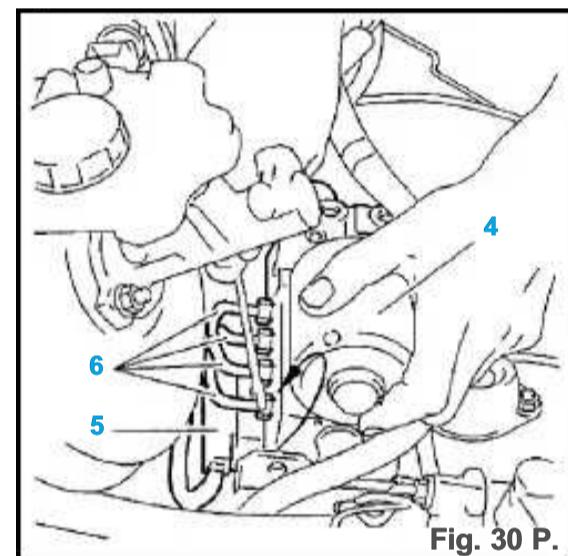

Fig. 30 P.
- Desconectar el bloque hidráulico (4) Del soporte (Fig. 30 Br).
- el conector (5)
- 4 tubos (6)
- el bloque hidráulico (4).